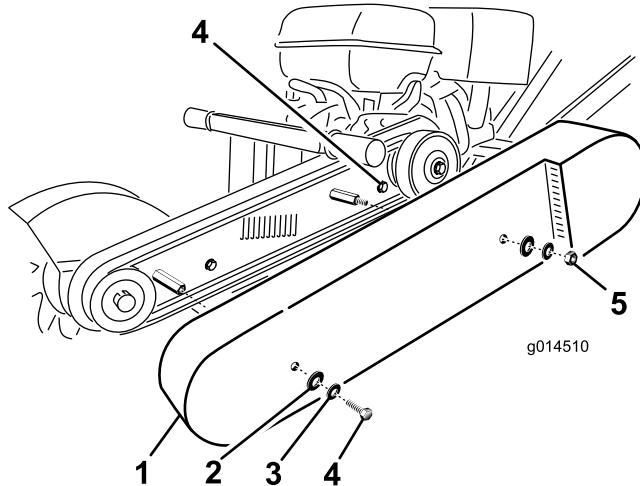

Figure 20
2. Retirez les vis de fixation du couvercle de la courroie (Figure 20).